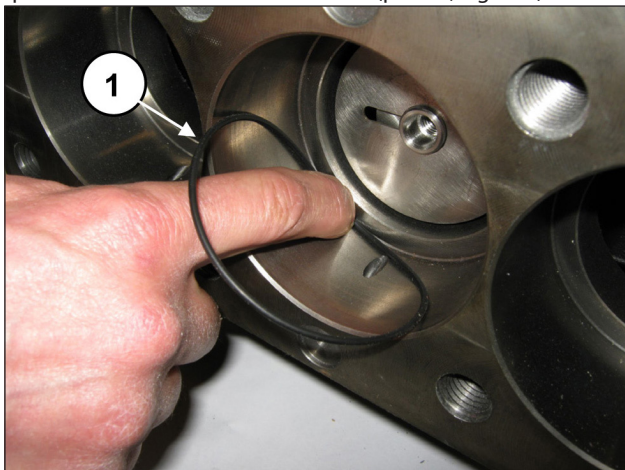

Fig. 170
Extraer la junta tórica del fondo del soporte de la junta si se queda dentro del cárter de la bomba (pos. ①, Fig. 170).